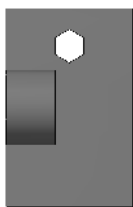

图 2.6.25 俯视图
- 标准视图：在下拉菜单 **视图(V)** 的子菜单 **标准视角(A)** 中列出了七种系统设定好的视图，如图 2.6.25~图 2.6.31 所示。